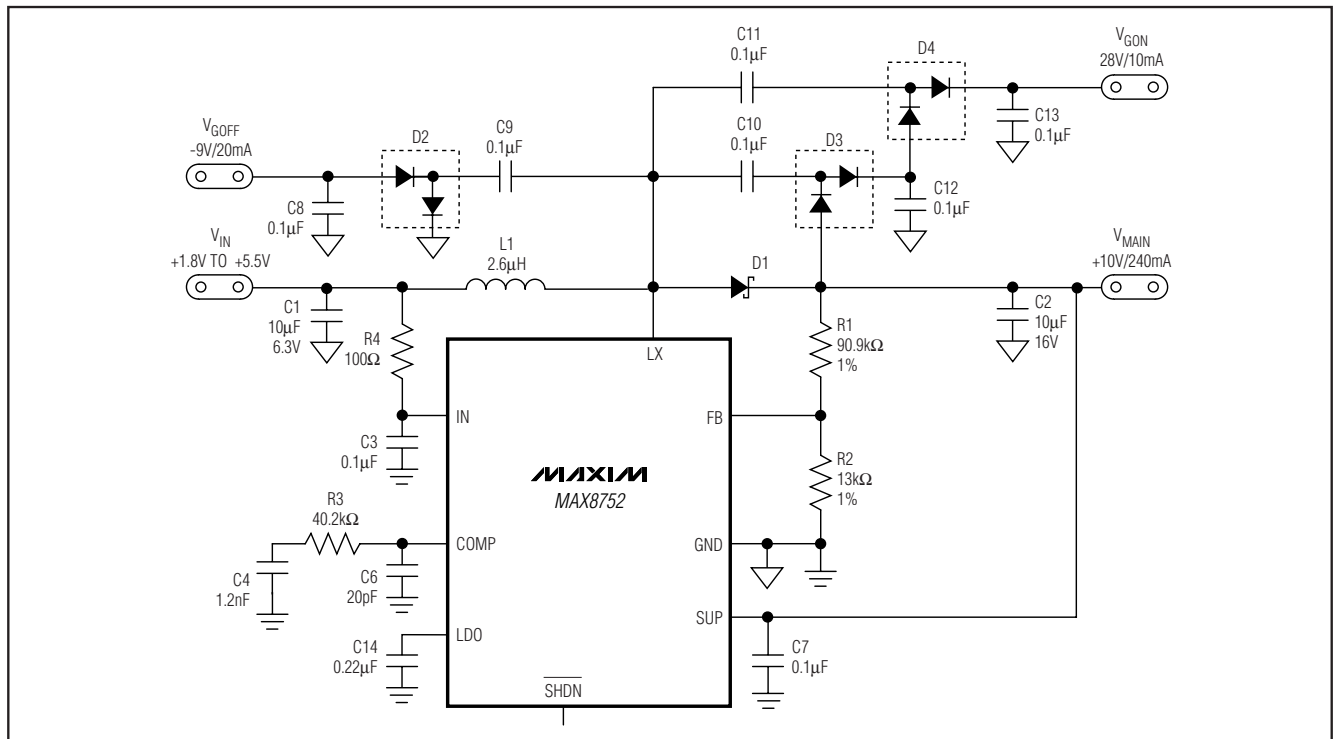

図1. 標準動作回路
(Circuit of Figure 1, $V_{IN} = 2.5V$, $V_{MAIN} = 10V$, $T_A = +25^{\circ}C$, unless otherwise noted.)
(Circuit of Figure 1, $V_{IN} = 2.5V$, $V_{MAIN} = 10V$, $T_A = +25^\circ C$, unless otherwise noted.)
MAX8752は、TFT-LCDパネル用に設計された高効率のステップアップ電源です。図1に示されている標準回路は最低1.8Vの入力電源で動作し、20mAで-9V、10mAで+28Vを供給するディスクリートダイオード/コンデンサのチャージポンプをサポートしながら、2.5Vの入力から220mAで10Vのメイン出力を供給します。チャージポンプ出力が不要の場合は、この出力に関連するダイオードとコンデンサを取り除けば、メイン出力を270mAに増大させることができます。
図1において、LCDのゲートオン/ゲートオフ電圧は、ステップアップレギュレータのLXノードで駆動されるレギュレートされない2個のチャージポンプから生成されます。このため、LXに追加される負荷をインダクタンスの計算において考慮する必要があります。実効の最大出力電流 $I_{MAIN(EFF)}$ は、以下のようにステップアップレギュレータの出力の最大負荷電流と、正および負のチャージポンプからの寄与を加算したものとなります
標準動作回路(図1)を考慮すると、最大負荷電流($I_{MAIN(MAX)}$)は、10Vの出力と2.5Vの標準入力電圧で180mAです。
入力コンデンサ(C_{IN})は入力電源から引き出される電流ピークを減少し、ICへのノイズの注入を低減します。10 μ Fのセラミックコンデンサが、「標準動作回路」(図1)で使用されていますが、これは通常の実験室の装置では、高いソースインピーダンスが見かけられるためです。ステップアップレギュレータは他の安定化電源の出力によって直接動作する機会が多いため、実際のアプリケーションでは通常、はるかに低いソースインピーダンスを持ちます。一般的には、「標準動作回路」で用いられる値以下に C_{IN} を減らすことができます。適切な C_{IN} を使って、INに低ノイズ電源を確保します。また、INがRCローパスフィルタによって C_{IN} からデカップリングされると、より大きな電圧変動に耐えることができます(図1のR3およびC3参照)。
MAX8752は、 $V_{IN} \sim 13V$ の可変出力で動作します。抵抗分圧器を出力(V_{MAIN})とGNDの間に接続し、そのセンタータップをFBに接続します(図1参照)。R2を10k Ω ~50k Ω の範囲で選択します。次式によってR1を算出します。
- 4) SUPとLDOのバイパスコンデンサおよびINバイパスコンデンサ(図1のC3)を各端子から5mm以内に配置します。GNDに近接したICの裏面エクスポートパッドを通じてこれらのグラウンド端子をGNDに接続します(端子4)。